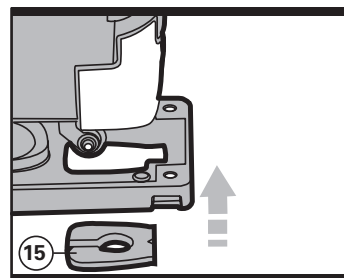

Fig 11
Le dispositif de prévention d'écaillage (15) empêche la surface de s'écailler lors du sciage de bois. Insérez le dispositif en le pressant sous la plaque de base de la scie (se référer à la Figure 11).